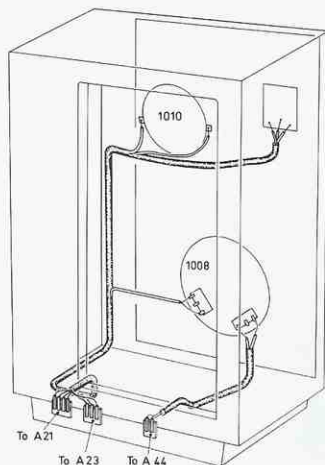
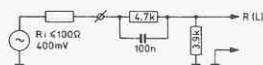

Fig. 1
Fig. 2
5. Na reparatie de bedrading goed vastzetten in oorspronkelijke toestand (Fig. 1) en controleren op ritselen, indien mogelijk. Controle: Fig. 2.